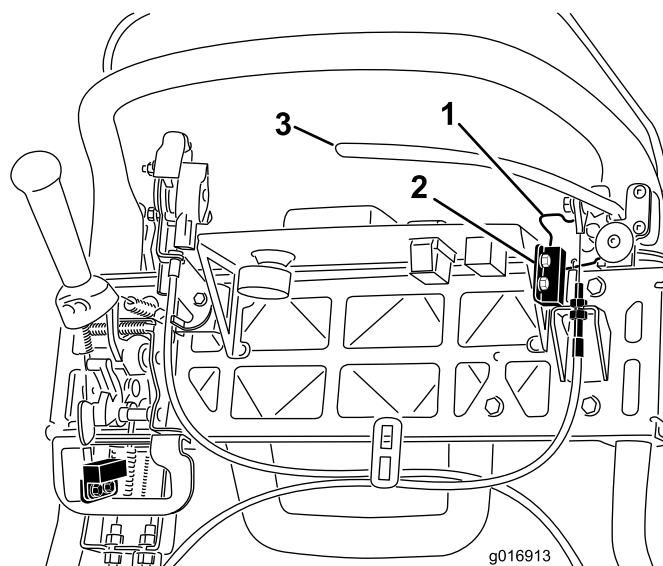

Figure 39
4. Desserrez les fixations du contacteur de sécurité (Figure 39).
5. Placez une cale de 1,6 mm d'épaisseur entre le verrou du frein de stationnement et le contacteur de sécurité (Figure 39).